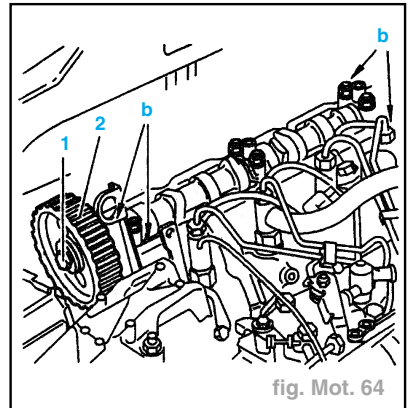

fig. Mot. 64
- Reposer le pignon d'arbre à cames (2) (fig. Mot. 64).